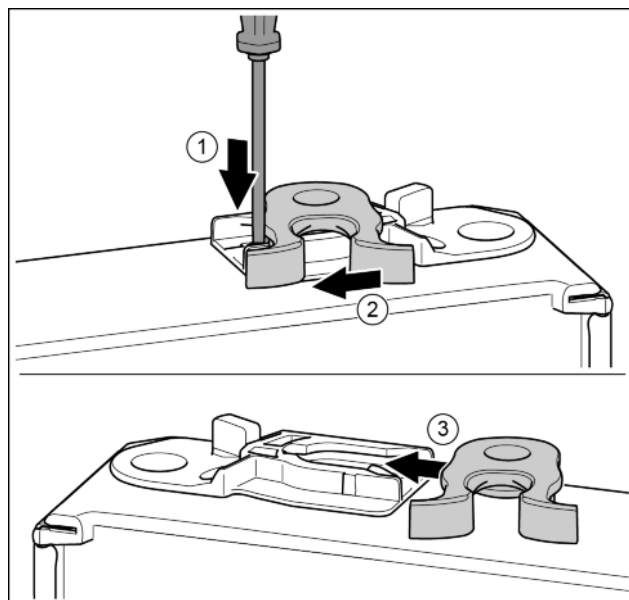

Fig. 18
- ▶ Plochým šroubovákem přitlačte lamelu dolů. *Fig. 18 (1)*
- ▶ Vytáhněte petlici z vedení. *Fig. 18 (2)*
- ▶ Petlici zasuňte do vedení na druhé straně. *Fig. 18 (3)*